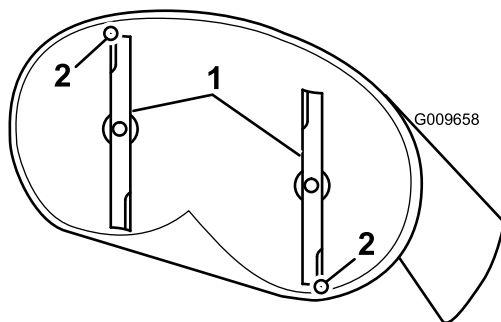
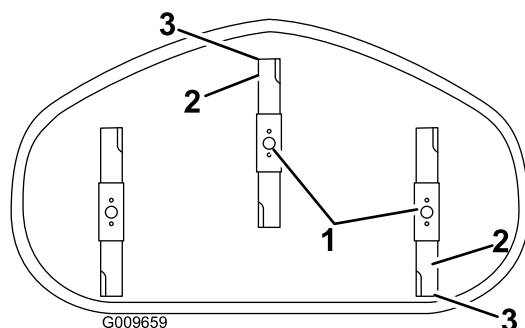

Figure 54
Figure 55
4. Faites pivoter les lames avec précaution pour faire passer les pointes avant à l'arrière (Figure 54 et Figure 55).
5. Mesurez la distance entre la pointe de la lame avant et la pointe de la lame arrière par rapport à la surface plane (Figure 54 et Figure 55).
9. Une fois le réglage effectué, vérifiez à nouveau l'inclinaison avant/arrière des lames ; continuez d'ajuster l'écrou jusqu'à ce que la pointe avant de la lame soit de 1,6 à 7,9 mm (1/16 to 5/16 po) plus bas que la pointe arrière (Figure 54 et Figure 55).